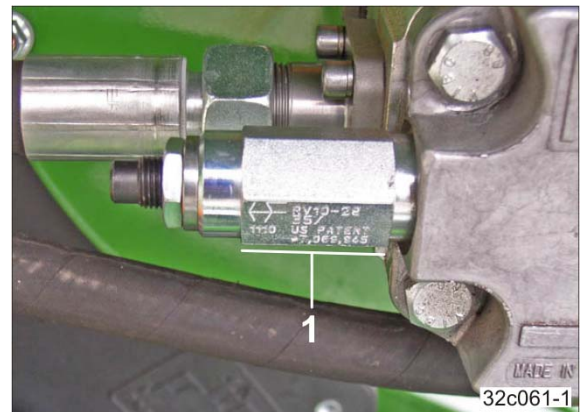

Fig. 170
- 2.2 Druckbegrenzungsventil mit Sechskant-Außenkontur (Fig. 170/1)